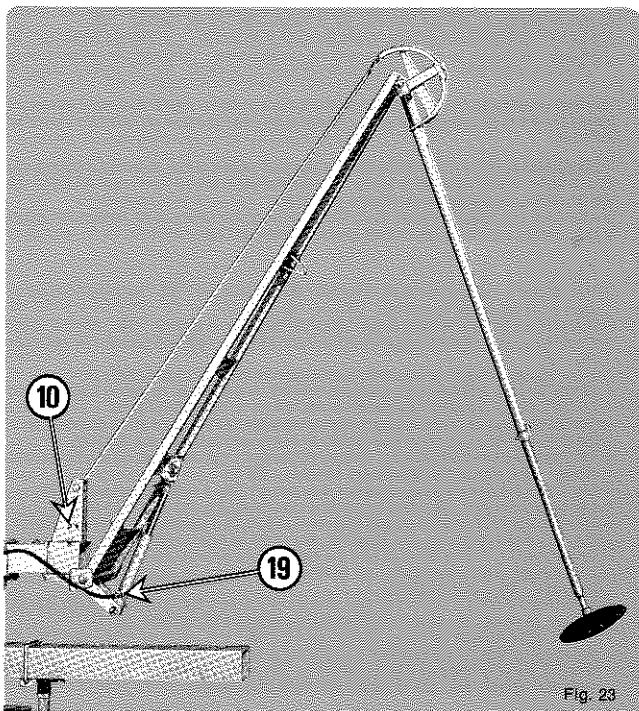

Fig. 22
- modèle hydraulique pour châssis 4,50 m et plus (fig. 22) (Déport possible avec pièces spéciales (21))
- hydraulic model for 4,50 m frame and larger (fig. 22)
- Mehrpreis für 4,5 m - Rahmen und größer (Abb. 22)